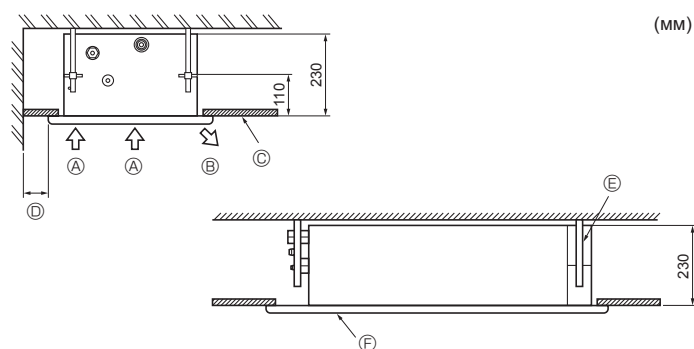

Рис. 2-2
2.2. Сервисное пространство (Рис. 2-2)